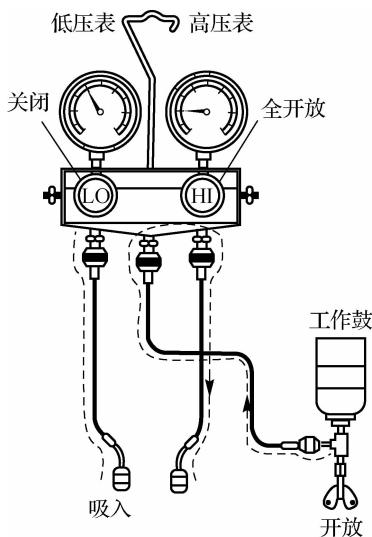

图 3-15 液态制冷剂的加注
- (1) 抽完真空后, 将注入阀连接在制冷剂罐上。
- (2) 将高、低压压力表的中间注入软管安装在注入阀接口上, 顺时针拧紧注入阀手柄, 使阀上的顶针将制冷罐顶开一个小孔。逆时针旋松注入阀手柄, 退出顶针, 使制冷剂进入中间注入软管。如一罐用完, 再用第二、三罐时, 仍应先关闭压力表的手动阀, 重新顶开罐孔, 中间注入软管在表头处拧松, 以排出管内空气。
- (3) 拧松连接高、低压压力表中心接头的注入软管螺母, 如看到白色制冷剂气体外溢或听到“嘶嘶”声, 说明注入软管中的空气已排出, 可以拧紧该螺母。桑塔纳 2000 系列轿车制冷剂充注量为 $(1\ 150 \pm 50)$ g。
- (4) 旋开高压阀, 将制冷剂罐倒立, 使制冷剂以液态注入制冷系统, 如图 3-15 所示。在充注时不得起动发动机和打开空调, 以防制冷剂倒灌。